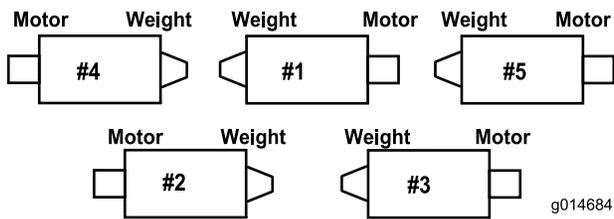
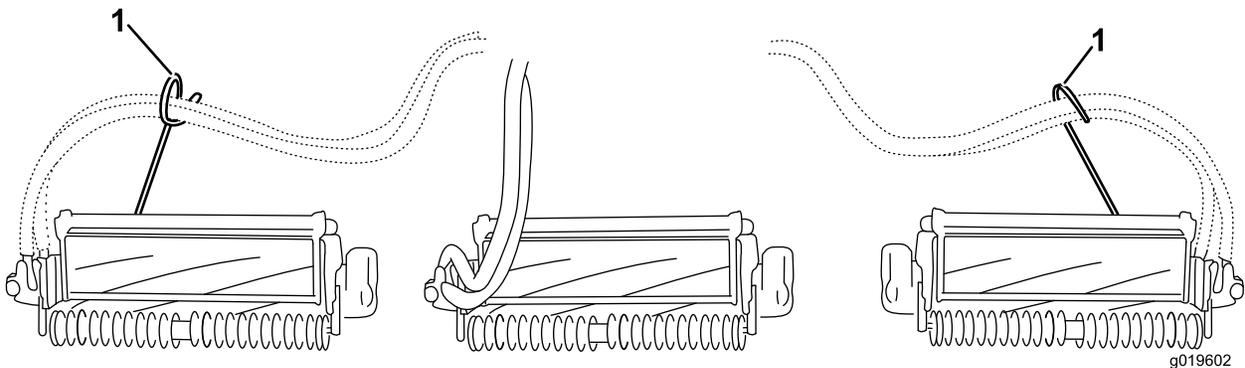
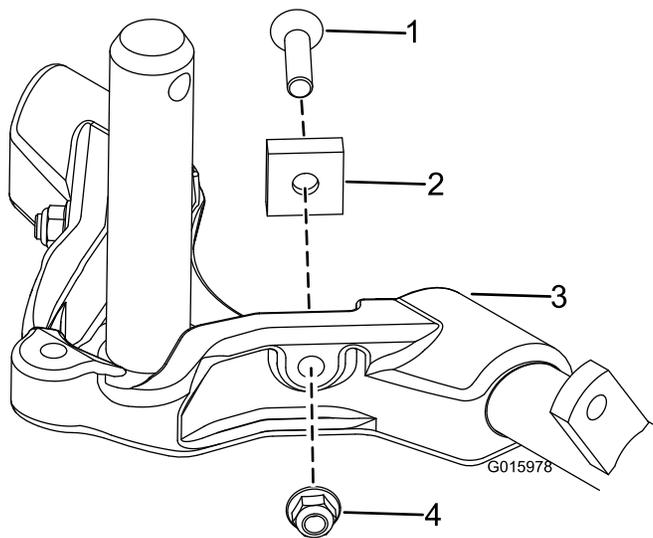

Figure 12
Figure 14
Figure 15
Important: Sur le plateau n° 4 (avant gauche) ou n° 5 (avant droit), utilisez les écrous de fixation du support de tige pour monter les guides de flexible devant les pattes du plateau de coupe. Les guides de flexible doivent être inclinés vers le plateau de coupe central (Figure 12 à Figure 14).
6. Pour les plateaux de coupe de 69 pouces uniquement, augmentez la direction des plateaux de coupe arrière en retirant les (2) entretoises de pivot, vis à tête creuse hexagonale et contre-écrous à embase (Figure 15) des bâtis porteur des plateaux de coupe arrière (n° 2 et n° 3) (Figure 12).